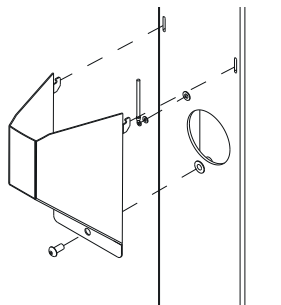

Figure 4 : Fixation du capot de câble
8. Fixez le capot au poteau avec la vis anti-vol M8 x 20 mm (voir figure 4).